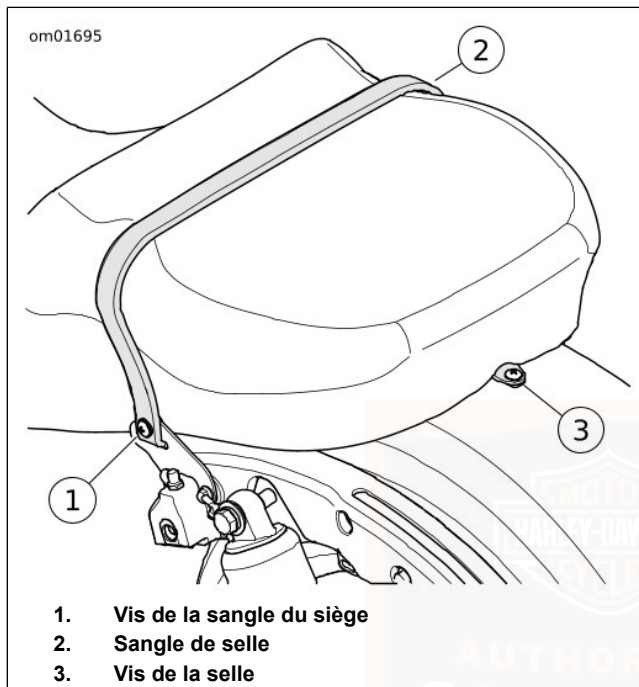

Figure 93. Selle (typique)
3. Voir Figure 93. Retirer la vis pour détacher la sangle de siège du support.
2. Voir Figure 93. Attacher le support de selle au garde-boue arrière avec la vis. Serrer à un couple de 5,4–8,1 N·m (48–72 in-lbs).
5. Voir Figure 93. Introduire la sangle dans la fente sur le support de sangle du siège.